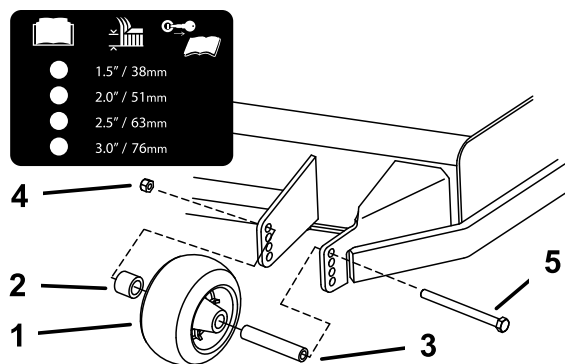

Figura 36
3. Ajuste os rolos antidanos como se mostra na Figura 36.